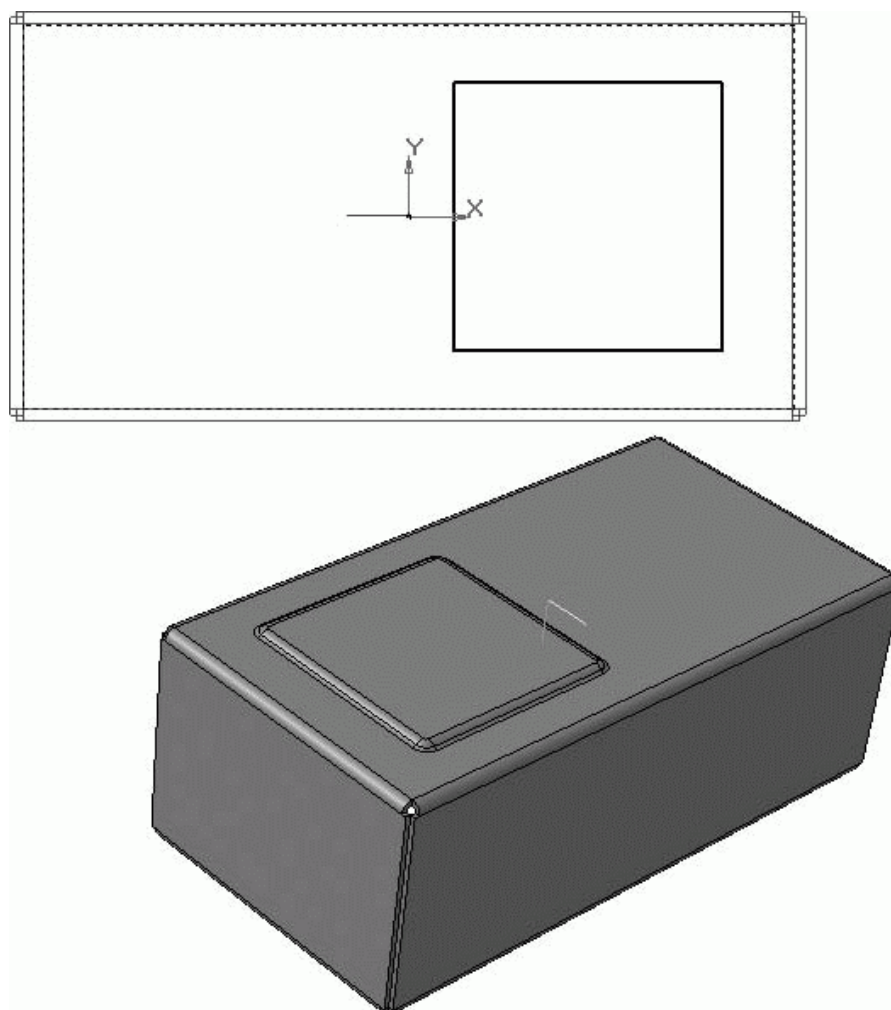

Рис. 3.158. Эскиз (*сверху*) и результат выполнения операции Закрытая штамповка (*снизу*)
11. Создайте очередной эскиз на внешней плоской грани нижней стенки корпуса (эта грань совпадает с плоскостью XY, с нее мы начинали построение детали). В эскизе постройте обычный прямоугольник и разместите его так, как показано на рис. 3.158, *сверху*. Повторюсь, размеры, как и точное положение данного эскиза, нам сейчас совсем не важны. Завершив построение изображения в эскизе, вызовите команду Закрытая штамповка. На панели свойств установите следующие значения параметров:
- Создайте операцию (рис. 3.158, *снизу*).